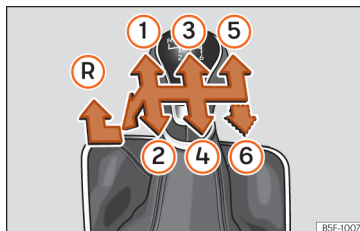

Fig. 133 Esquema de uma caixa de velocidades manual de 5 ou de 6 velocidades.
Na alavanca das mudanças indicam-se as posições das velocidades » **Fig. 133.**
- Com a alavanca das mudanças em ponto morto, pressione-a para baixo, mova-a para a esquerda até ao fim e depois para a frente para selecionar a marcha-atrás » **Fig. 133** .